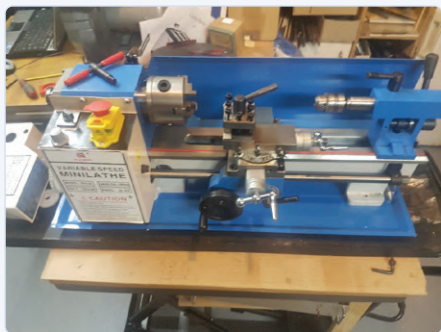

Figure 3. Le tour est (enfin) arrivé.
J. Schröder commanda donc un petit tour (manuel) de provenance chinoise, que le déballage révéla doté d'un robuste bâti en fonte (figures 3 et 4). Un bon point de départ donc, même si le plastique des engrenages était quant à lui aussi visiblement que complètement inadapté (mais peu important, ces engrenages ne serviraient pas).